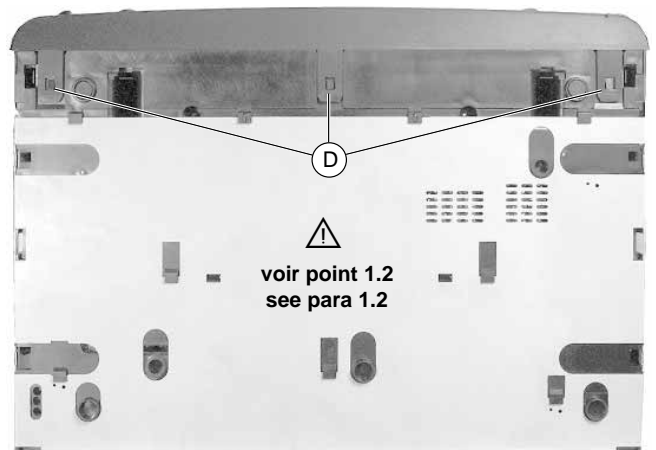

Fig. 2
- Défaire les crochets (D) (Fig. 2 / 3) et retirer la façade.
- Release the catches (D) (Fig. 2 / 3) and remove the front panel.